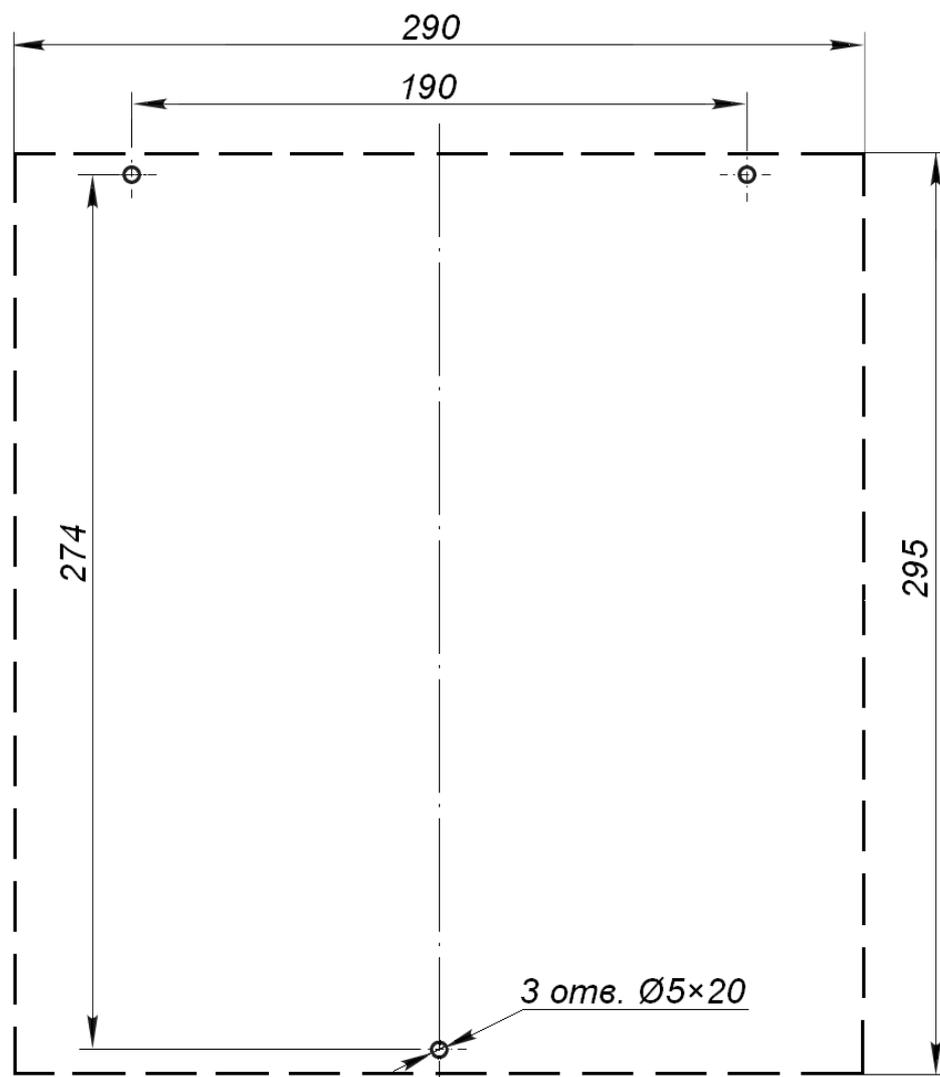

Рисунок 9. Разметка отверстий для крепления БУ на стене
5. Извлеките из коробки створку (3). Установите ее на поворотную стойку (1) в патрубки (7). Через отверстия в патрубках затяните установочные винты крепления створки ключом шестигранным S5. Убедитесь, что створка (3) надежно закреплена.
6. Проверьте свободный поворот створки калитки. Для этого разблокируйте ключом замок механической разблокировки (6) (см. разд. 10.1). Створка калитки должна поворачиваться рукой в обе стороны легко и равномерно. После проверки установите створку в исходное положение и заблокируйте вращение калитки ключом.
8. Выполните разметку отверстий для крепления БУ на стене согласно рис. 9 Просверлите отверстия и установите в них пластмассовые дюбели из комплекта монтажных частей.